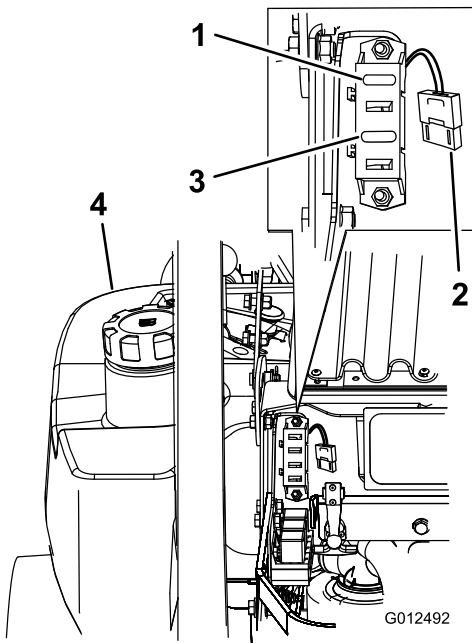

Figura 76
1. Destranque e levante o capot do motor para ter acesso ao porta-fusíveis (Figura 76).
3. Instale um novo fusível (Figura 76).